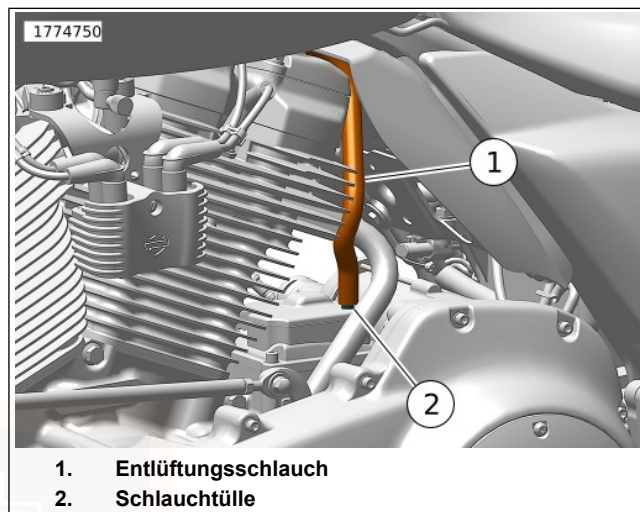

Abbildung 112. Entlüftungsschlauch
1. Siehe Abbildung 112. Den Entlüftungsschlauch (1) gerade nach oben von der Schlauchtülle (2) an der Oberseite des Getriebes abziehen.